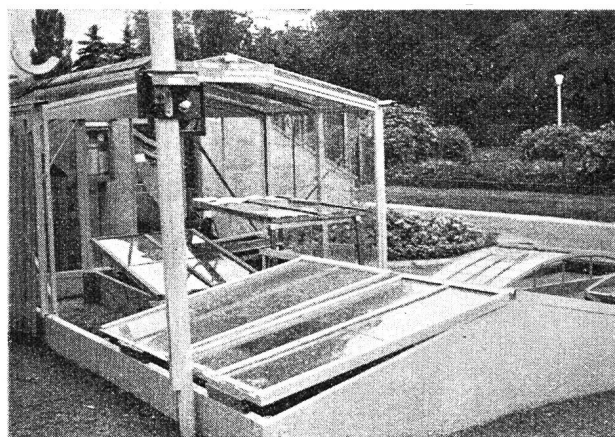

Abb. 76 Universal-Fensterhaus mit elektrischer Boden- und Luftheizung.
3. Ein Universal-Fensterhaus (Abb. 76), das im Frühjahr mit elektrischer Boden- und Luftheizung als Sattelkasten für Topfpflanzen, Anzuchten usw. Verwendung finden soll, während im Herbst daraus durch Verwendung von Treibbeetfenstern ein Haus erstellt wird, in dem auf einfachste Weise ein Luftheizkabel installiert wird. Die Einrichtung kann so für Dahlien, Chrysanthemen, Tomaten-Spätkulturen benützt und meistens bis gegen Ende November frost-